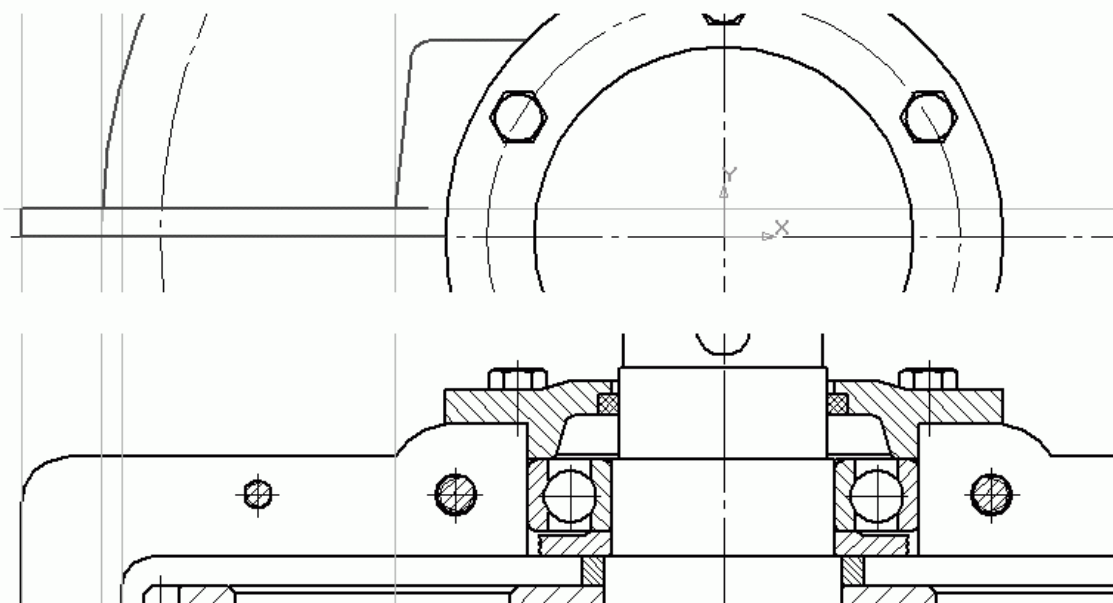

Рис. 2.111. Создание бобышки и ее привязка к виду сверху
3. Сформируйте изображение бобышки (начните с левой бобышки тихоходного вала). Высоту бобышки примите приблизительно равной  $\frac{2}{3}$  от радиуса крышки подшипника ведомого вала. Ширину верхней площадки бобышки определяется исходя из того, что на ней должна поместиться головка болта, вставленного в отверстие бобышки. Дорисуйте изображение фланца крышки редуктора, входящего в бобышку. Размеры фланцев определяются в основном конструктивно, поэтому ничего страшного, если у вас на чертеже они получатся немного не так, как показано на рис. 2.111.